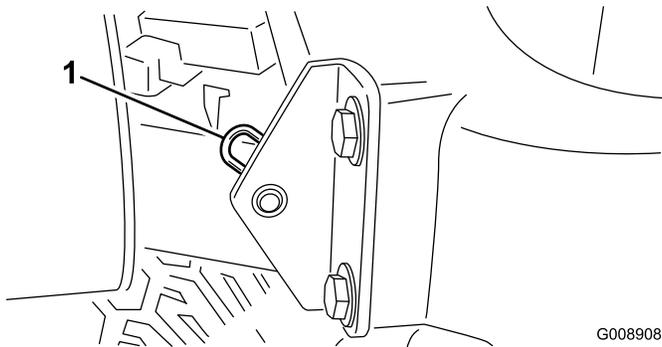

Figure 27
2. Retirez la goupille fendue qui fixe le pivot de capot aux supports (Figure 27).
Remarque: Les raccords encastrés des rouleaux (Figure 27) nécessitent un adaptateur pour la pompe à graisse. Vous pouvez le commander chez les distributeurs Toro agréés (Réf. 107-1998).